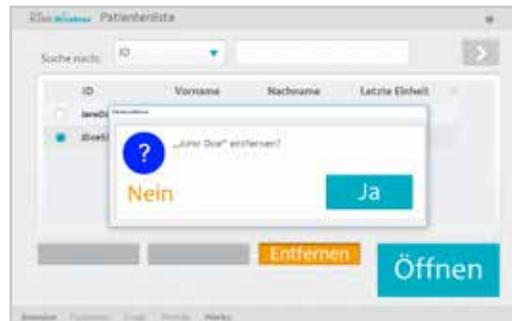

Abbildung 8-39: Bestätigungsfenster für das Entfernen eines Patienten
4. Daraufhin öffnet sich das Fenster „Patient entfernen“. Siehe Abbildung 8-39. Drücken Sie auf „Ja“.